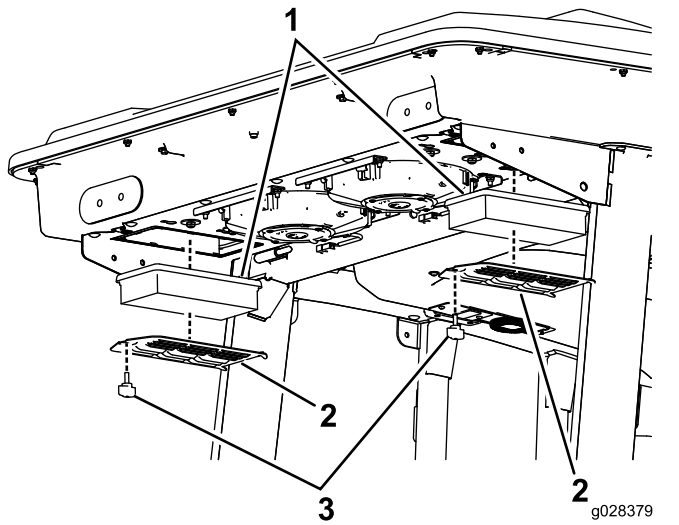

**Figura 145**
1. Retire los tornillos y las rejillas del filtro que está en el interior de la cabina y del filtro que está detrás de la cabina (Figura 145 y Figura 146).